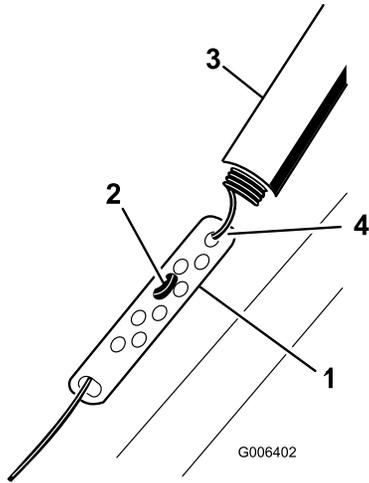

图 18
1. 向上滑动弹簧盖并从调节连杆上解开弹簧图 18。
2. 根据需要将 Z 形接头移动至调节连杆上较高或较低的孔使控制杆与把手之间的间隙达到 23mm 图 18。